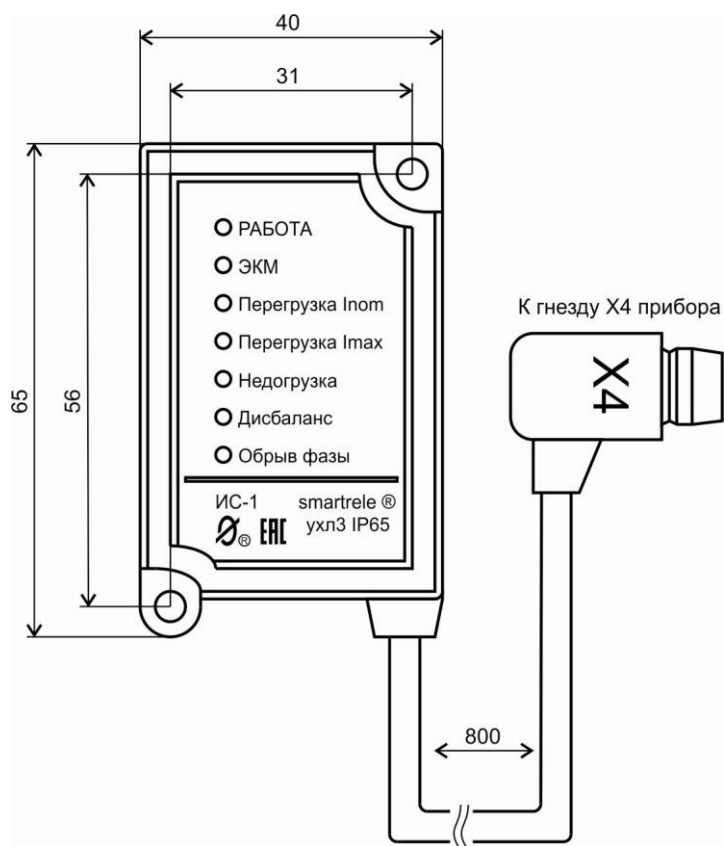

Рисунок 1 – Внешний вид и схема подключения индикатора сигнального ИС1
2.1. Модуль ИС1 (Индикатор сигнальный ИС1) (рис.1) представляет собой модуль содержащий светодиодные индикаторы. Модуль обеспечивает индикацию режима работы электроустановки, предназначен для установки на электрический щит (шкаф, место оператора). Модуль соединяется с помощью двухпроводной линии с прибором защиты производства ООО НПП «СибСпецПроект» (совместимость уточнена в техническом паспорте на прибор). Допускается наращивать длину линии до 20 метров с соблюдением полярности подключения.